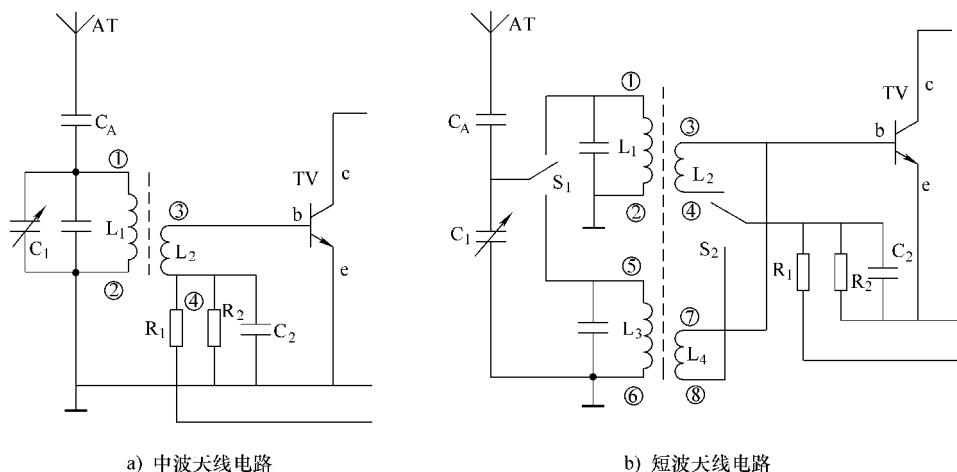

图 1-94 中波天线电路和短波天线电路
④ 中、短波线圈在磁棒上的绕向和引出头的位置对收音机的接收效果有一定的影响。中、短波天线电路如图 1-94 所示。
如图 1-94a 所示, L_1 为一次绕组, L_2 为二次绕组。绕组 L_1 的①端和 L_2 的③端均为热端 (不接地), ②端及④端为冷端 (接地), ④端显然是通过电容 C_2 接地, 但 C_2 对高频电流阻抗很小, 所以几乎是直接接地。这两组绕组在磁棒上绕制时, 绕组 L_2 的③端要和 L_1 的①端对应, 即都从磁棒的同一端开始绕 (如图 1-94 所示), 或者说, 热端和热端在一边,